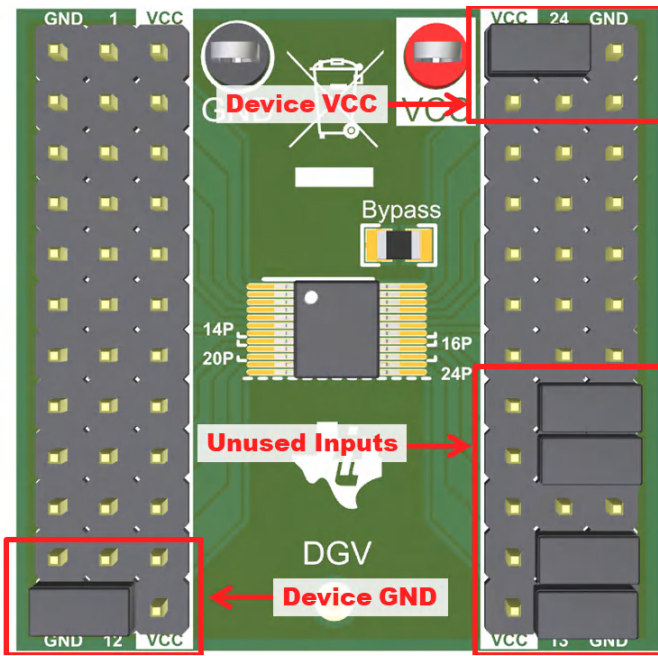

图 2-4. 用于器件评估的分流器用法
- 重复步骤 5 来连接该器件的 GND 引脚和任何未使用的输入引脚。图 2-4 显示了一个示例，其中介绍了如何使用分流器来为器件供电并同时未使用的输入连接到定义的逻辑状态，以防止它们悬空。有关为何说避免输入悬空很重要的更多信息，请参阅 CMOS 输入缓慢变化或悬空的影响 应用报告。